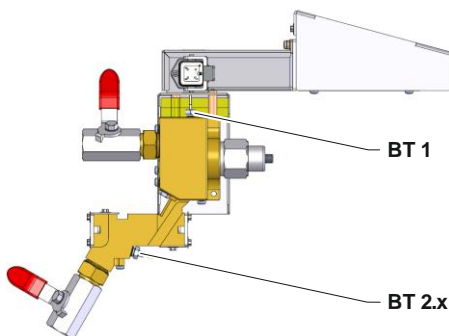

Abb. 5: Flow-5 Seitenansicht rechts
- Temperaturfühler (BT 1, BT 2.x) demontieren (→ Abb. 5).
- Beschriftung Temperaturfühler auf neuen Temperaturfühler (BT 1, BT 2.x) übertragen und montieren (→ Abb. 5).